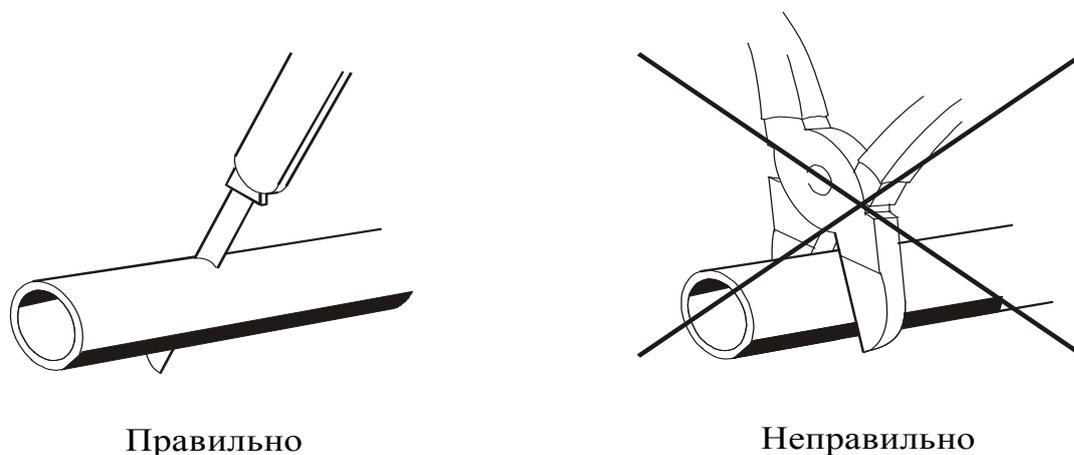

Рис. 10 - Отрезка трубопровода перед установкой.
8.2.7.2 При монтажных работах отрезку топливопровода производить только острым ножом, согласно рис. 10. На местах среза не допускаются сужение проходного сечения топливопровода, вмятины и заусенцы.